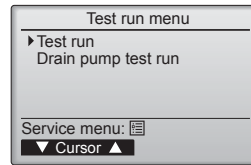

Fig. 7-5
- ④ Wählen Sie „Test run“ (Testlauf) mit einer der Tasten **[F1]** und **[F2]**, und drücken Sie die -Taste. (Fig. 7-5)